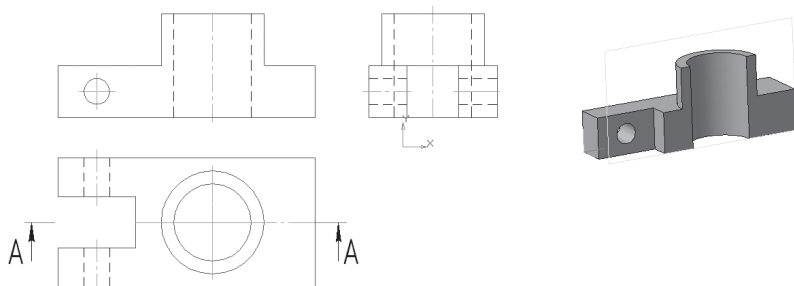

Рис. 331
- укажите редактируемый участок (мишень мыши находится между соответствующими точками на линии, которую необходимо удалить). Щелчком ЛКМ удалите ненужные участки (контур, расположенный до плоскости сечения не изображают) – рис. 331;